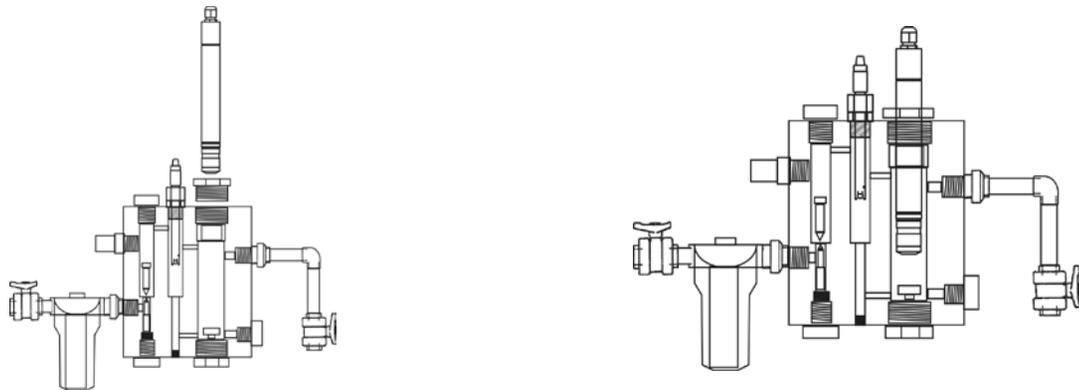

Fig. 13 EXT-2 (see fig. 3.2)
1. Insertar el sensor de CLORO suministrado con el equipo en los correspondientes alojamientos del porta-sondas. (Fig. 13).